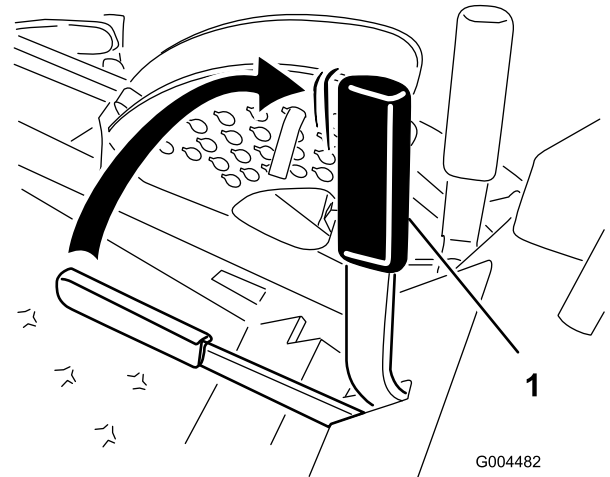

Figure 15
Poussez le levier du frein de stationnement vers l'avant et vers le bas pour le desserrer (Figure 15).
2. Tirez le frein de stationnement vers le haut et l'arrière pour le serrer (Figure 15). Une fois serré, le frein de stationnement ne doit plus bouger.